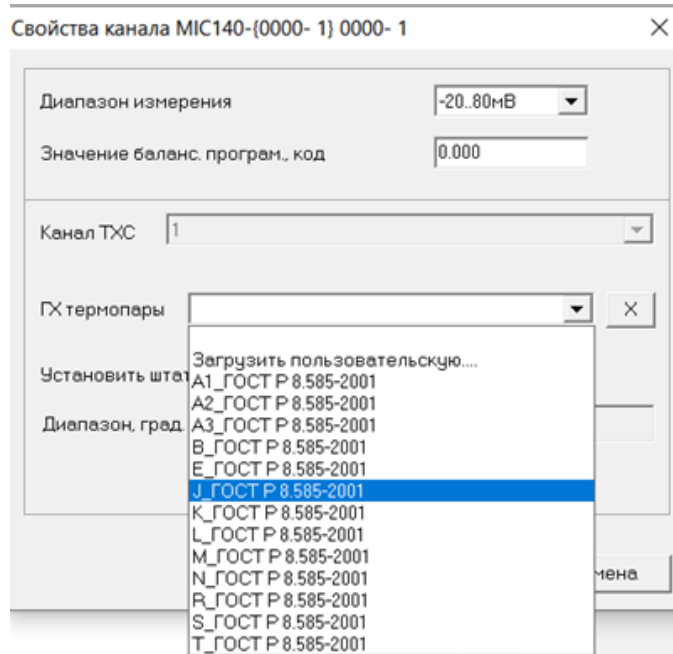

Рисунок 18 – Выбор стандартной градуировочной характеристики термопары
- Градуировочная характеристика из БДГХ для того типа термопары, которая подключена к настраиваемому каналу\каналам (см. Рисунок 18):